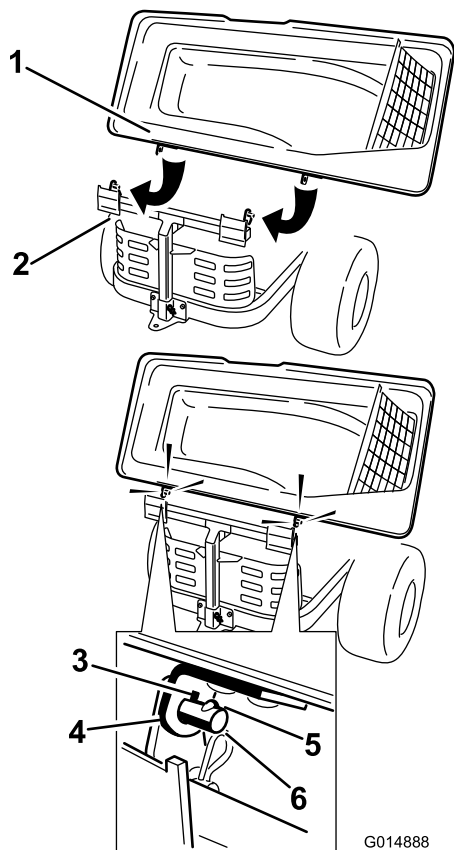

Figura 21
2. Gire la tapa del ensacador para alinear los orificios de los soportes de la tapa del ensacador con las clavijas de los pivotes del bastidor del ensacador (Figura 21).